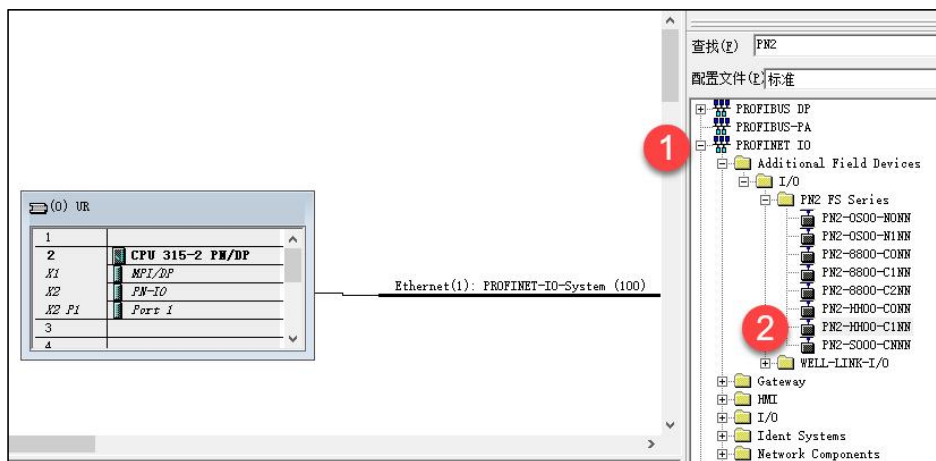

图 5-8-26 将 IO 模块模块添加到 Ethernet (1) 子网中
在 Ethernet (1) 中，配置 I/O 设备站，在右侧中选择 PN2-HH00-C1NN 拖拽到 Ethernet (1) 子网下面，如图 5-8-26 所示。